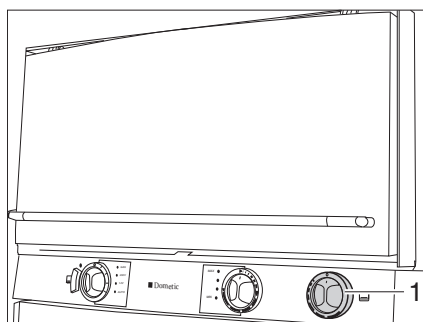

Fig. 192 Horno de gas (Dometic)
- Presionar el regulador giratorio (Fig. 192,1) ligeramente y girarlo hacia la izquierda a una posición cualquiera.
- Girar el regulador giratorio (Fig. 192,1) a "O". La llama se apaga.